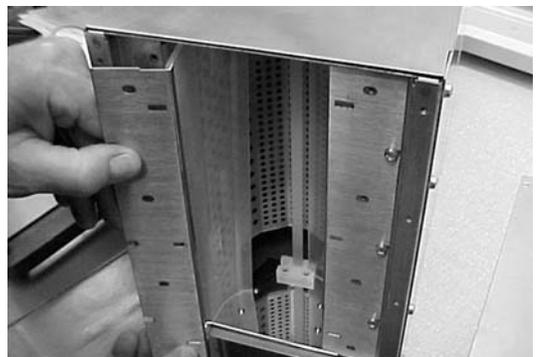

Figura 6-10 Montaggio del riflettore a largo fascio di luce
**Riflettori a largo fascio di luce:** Vedi figura 6-10. Il bordo del riflettore poggia sulle molle accanto al labbro interno della staffa e tra i ritegni curvi e il labbro.